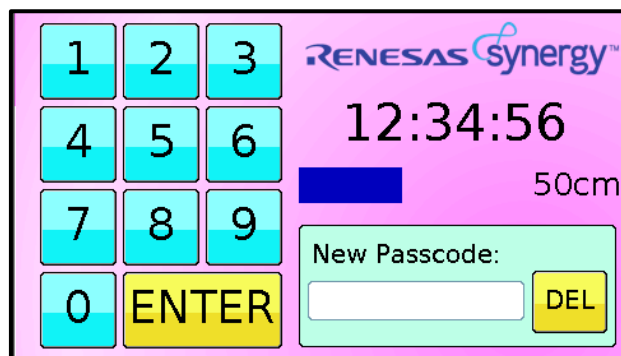

図 2-3 パスコード設定画面
- 時刻を入力し Enter を押すと (もしくは時刻を入力せずに Enter を押して時刻設定がスキップされると)、図 2-3 のパスコード設定画面を表示し、パスコードの入力を待つ (4 桁の数字)。